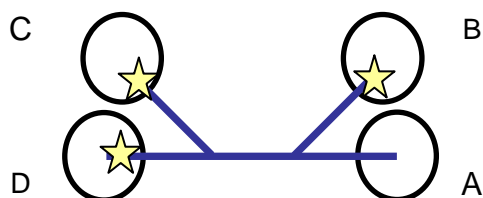

図5：各チャンバーの培養液の注入箇所
- ①チャンバーCとDの流路入り口付近（図5☆付近）に培養液を**20 $\mu$ L**ずつ注入します。
- ②チャンバーBの流路入り口付近（図5☆付近）に培養液を**100 $\mu$ L**注入します。